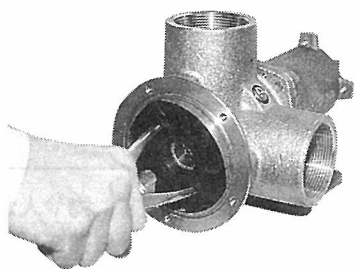

図2
2. プライヤー又はペンチにてインペラーを引き出します。(図2参照)